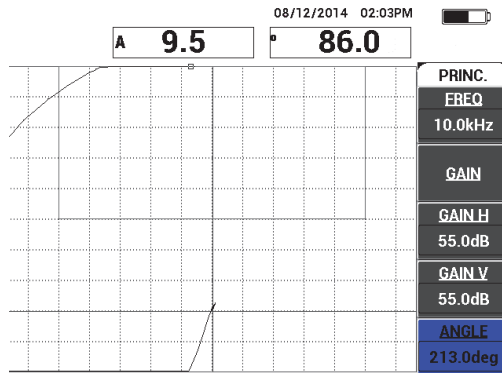

Figure 6-66 Réglage de l'angle pour déplacer le point vers le haut
2. Lever la sonde dans l'air, et puis appuyez sur la touche de menu MAIN () et réglez le paramètre **ANGLE** (touche E) pour que le point se déplace vers le haut dans la vue XY (voir la Figure 6-66 à la page 186).